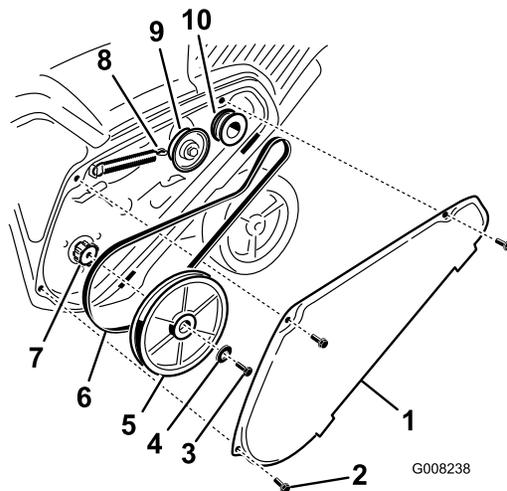

Figure 37
- Enlevez le couvercle de la courroie d'entraînement après avoir retiré les 3 boulons comme montré à la Figure 37.
- Décrochez le ressort de frein du bras de la poulie de tension pour détendre la courroie (Figure 37).
- Enlevez la vis et la rondelle bombée qui retiennent la poulie de rotor (Figure 37).
- Retirez la poulie de rotor et la courroie d'entraînement (Figure 37).
Remarque: Acheminez la courroie neuve autour de la poulie du moteur, puis de la poulie de tension, et enfin autour de la poulie de rotor desserrée, située juste au-dessus de l'arbre de rotor (Figure 37).
6. Montez la poulie de rotor sur l'arbre de rotor (Figure 37).
7. Montez la rondelle bombée et le boulon de fixation de la poulie de rotor, et serrez-les solidement (Figure 37).